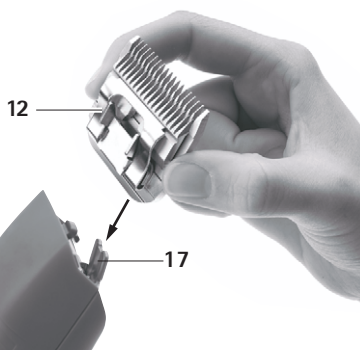

Fig. 2
- Sätt klipphuvudet 12 på det öppna knivlocket 17, se Fig. 2.
- Tryck klipphuvudet 12 lätt mot klippmaskinen DURATI, se Fig. 2.